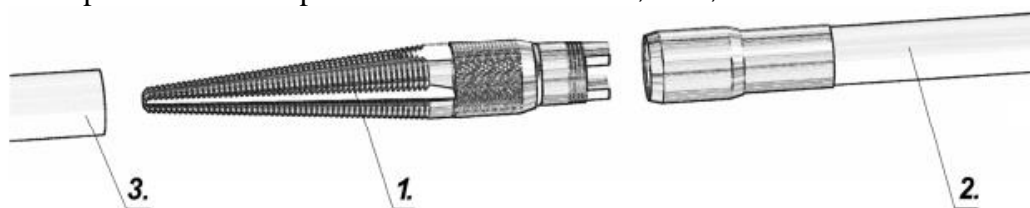

Figura 9.8.1
Pentru instalarea tevilor din PE, PVC (manual), trebuie sa utilizati niplul de insertie (1) (Figura 9.8.1.). Aceasta metoda poate fi utilizata pentru tevilor cu diametrul $\text{Ø}25\div\text{Ø}55$ mm.